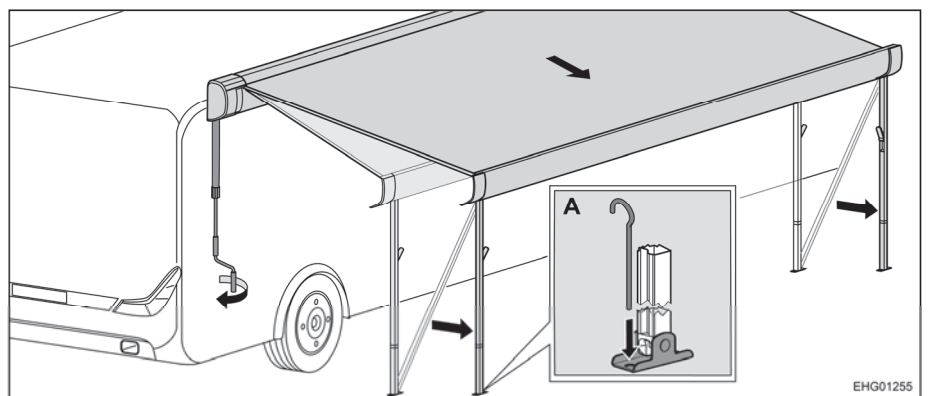

Bild 22 Markise in Endstellung bringen
- Stützfüße mit Heringen am Boden befestigen (Bild 22,A).